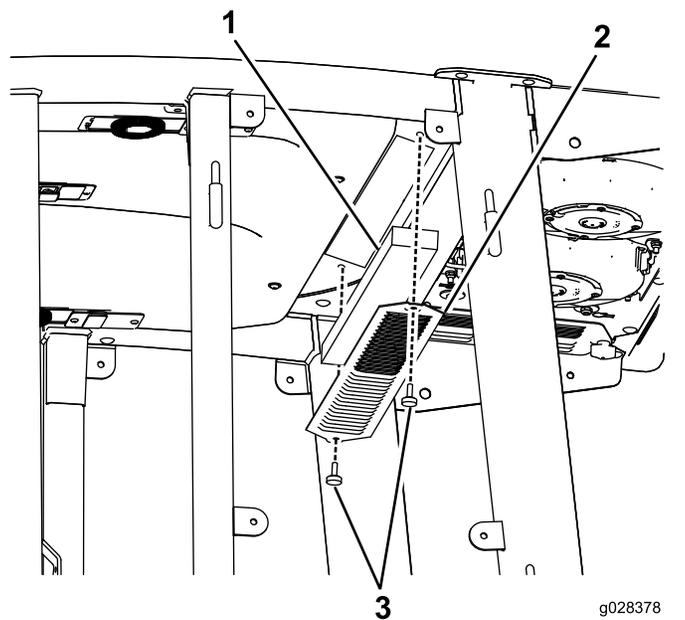
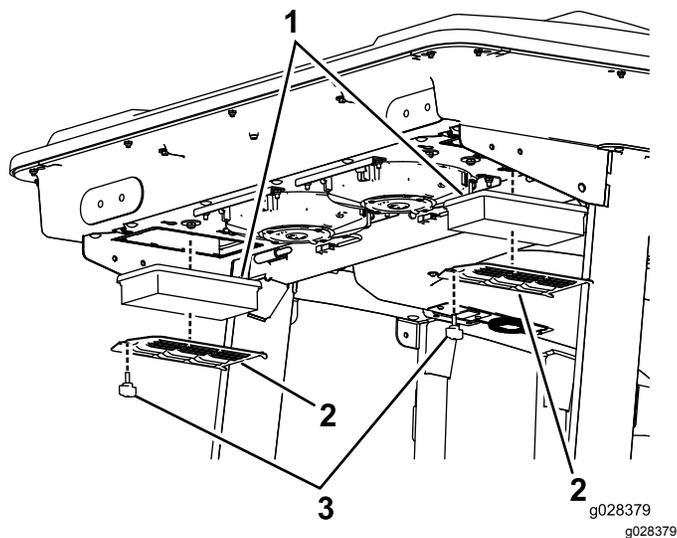

Figura 133
Figura 134
1. Rimuovete le viti a testa zigrinata e le griglie sia dal filtro dell'aria interno alla cabina, sia da quello sulla parte posteriore della cabina (Figura 133 e Figura 134).